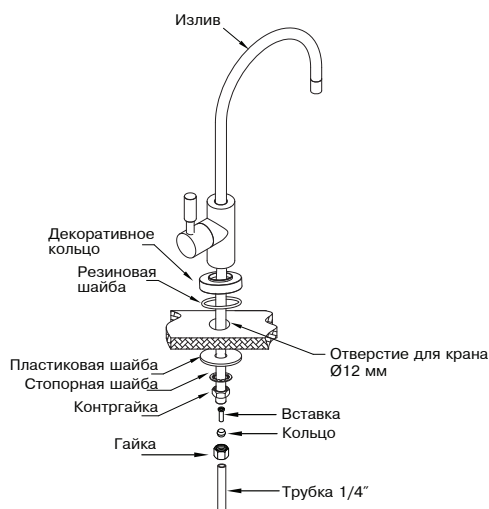

Рис. 4
Монтаж крана чистой воды* производите согласно рис. 4. Мы рекомендуем не затягивать гайку крана до завершения монтажа и проверки работоспособности системы, чтобы была возможность убедиться в отсутствии подтекания воды в месте соединения корпуса крана и резьбовой трубки. В комплекте с краном чистой воды для герметизации соединения с трубкой может поставляться набор деталей для подключения, либо кран может иметь в своем составе быстроразъемный коннектор. На рис. 5а, б, в приведены способы подключения синей трубки к крану чистой воды.
5. Убедитесь в отсутствии протечки внизу корпуса крана чистой воды, затяните гайку крана (см. рис. 4).